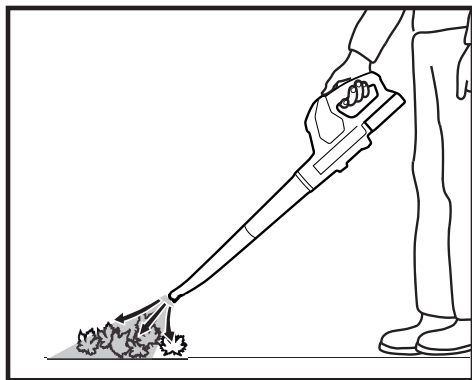

Fig. 8
2. Certifique-se de que a bateria (12) está montada antes da utilização.
5. Segure sempre o produto com uma mão no respetivo punho (1).
6. Mantenha o bocal do tubo de ar (7a) aproximadamente 10 cm acima do solo e caminhe lentamente para a frente com um movimento de varrimento de um lado para o outro (Fig. 8).
9. Utilize sempre o produto com o tubo de ar (7) fixo de forma segura.